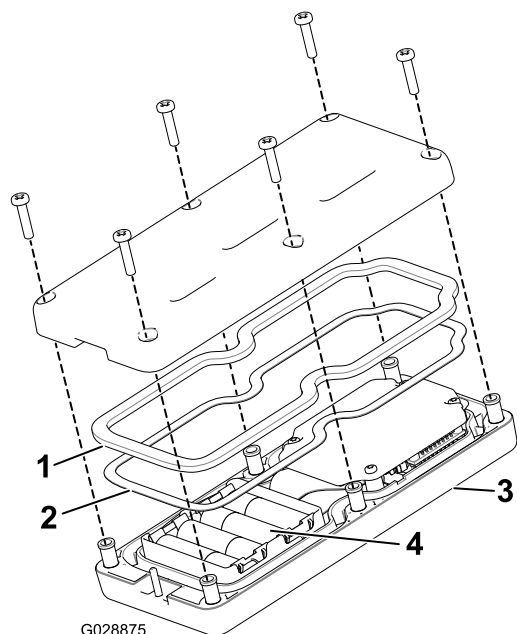

Рисунок 38
3. Отверните 6 винтов в задней части пульта дистанционного управления и снимите крышку (Рисунок 38).
- Вставьте все новые элементы питания в соответствующие гнезда, соблюдая полярность. (Если батарейки будут установлены неправильно, устройство не будет повреждено, но и не будет работать.) В каждом гнезде имеется тиснение с обозначениями полярности клемм (Рисунок 38).
- Если вы случайно удалили резиновое уплотнение и стальную прокладку, осторожно установите их обратно в канавку ручного пульта дистанционного управления (Рисунок 38).
- Установите на место крышку, закрепите ее с помощью 6 ранее снятых винтов (Рисунок 38) и затяните их с моментом 1,5–1,7 Н·м.